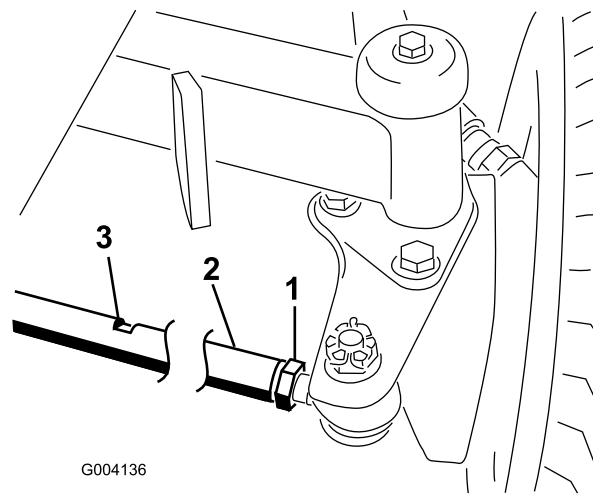

Bild 93
2. Lösen Sie die Klemmmutter an jedem Ende der Spurstange (Bild 93).